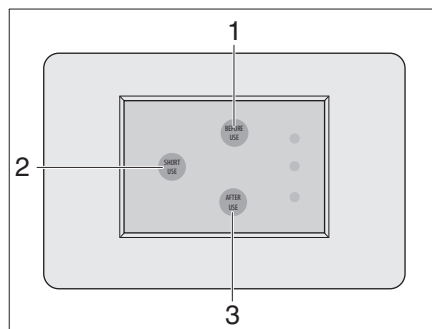

Bild 386 Panel – toalett med kvarn
- Tryck på knappen Short Use (Bild 386, 2).
- Innan toaletten används, ska man trycka på knappen Before Use (Bild 386,1). Toalettskålen fylls med vatten.
- Efter att toaletten använts, ska man trycka på knappen After Use (Bild 386,3). Innehållet i toaletten töms.